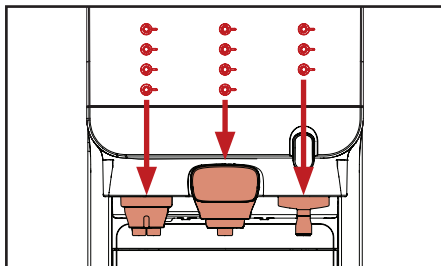

Fig. 4.4 - Knapper svarer til udløb
1. Placer din kop direkte under udløbet efter dit valg (fig. 4.4).